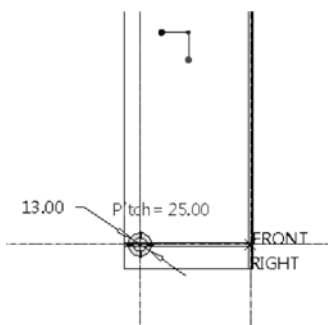

图 6-9 草绘截面
⑦ 在“螺旋扫描”选项卡中单击“创建或编辑扫描截面”按钮。单击“草绘视图”按钮以定向草绘平面使其平行于屏幕。接着根据可见的交叉丝草绘弹簧横截面，如图 6-9 所示。该横截面将要沿着螺旋轨迹进行扫描动作。然后单击“确定”按钮，完成草绘并退出草绘模式。